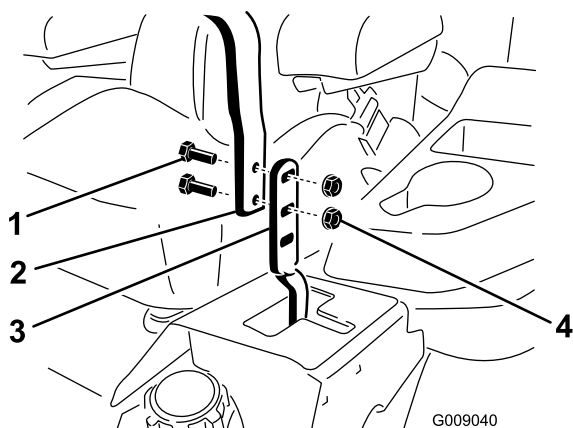

Figure 61
3. Desserrez les boulons et les écrous à embase situés dans les leviers (Figure 61).
4. Réglez l'alignement avant/arrière des leviers en les plaçant tous deux à la position POINT MORT, puis faites-les coulisser jusqu'à ce qu'ils soient alignés, et resserrez les boulons (Figure 61).